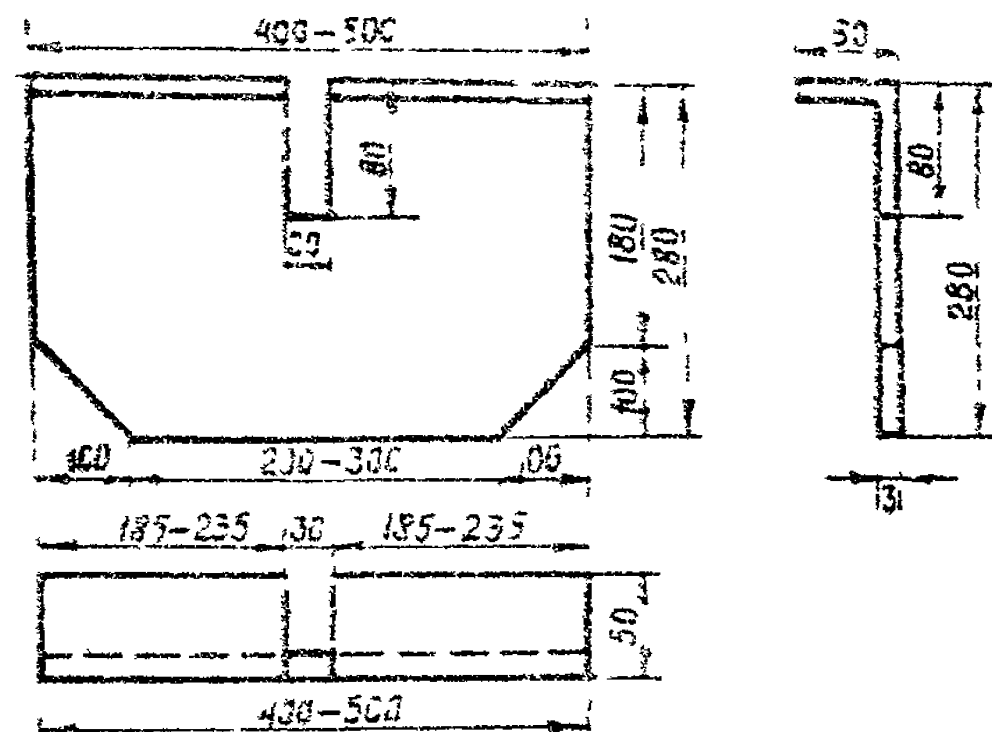

Рис. 2. Переносная опалуска
В конце нарезаемого шва вплотную к кромке бетона устанавливают металлический шток с прорезью /переносную опалубку/ тем образом, чтобы вибропластина с лентой прошла через прорезь /рис.2/
- 1) вибропластина должна периодически (обычно при перерывах в работе и в конце смены) очищаться от бетона и промыться водой. По мере износа вибропластина должна заменяться новой (рис. 2);